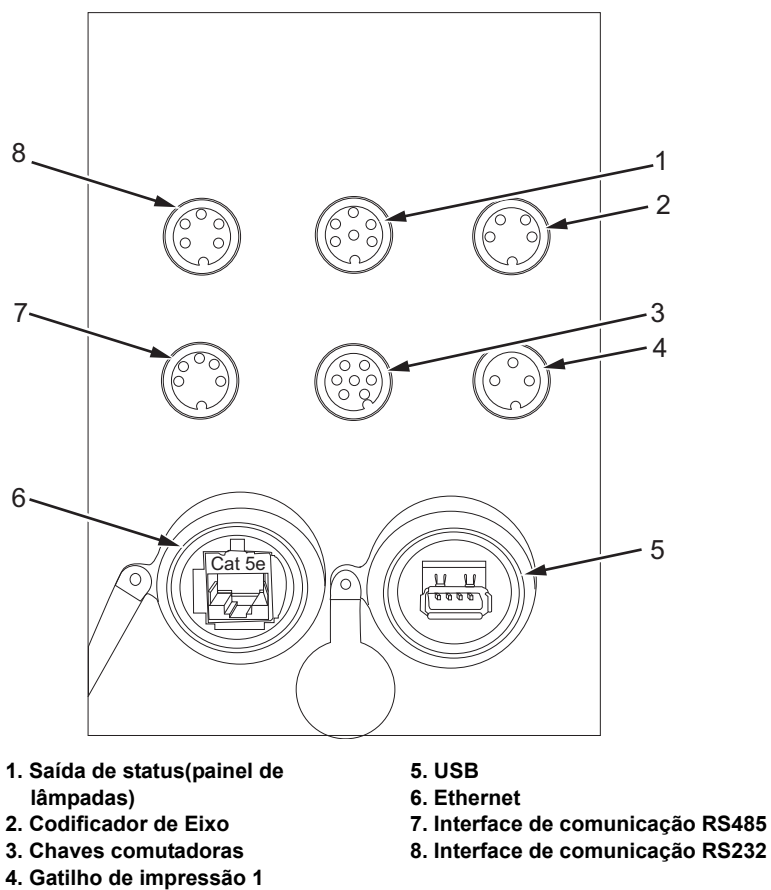

Figura 3-8: Painel de conectores
O painel de conectores situa-se do lado esquerdo da impressora (item 5, Figura 3-1 na página 3-1). O painel contém os conectores mostrados na Figura 3-8 na página 3-8.